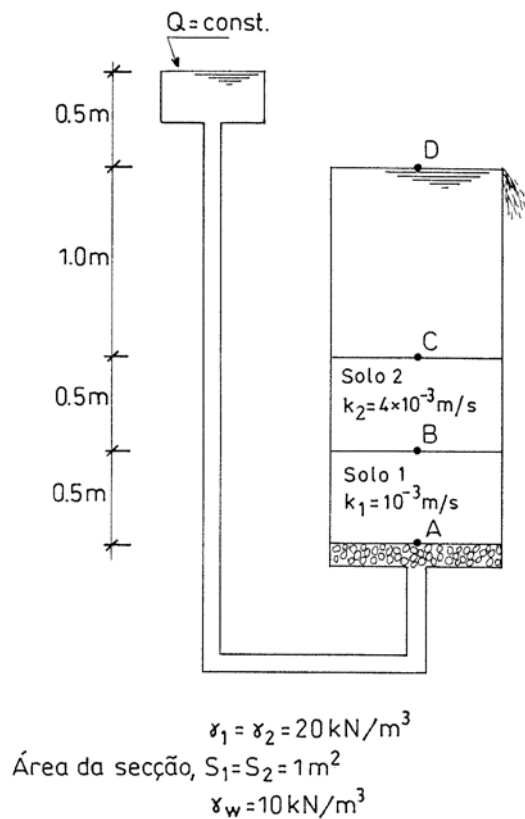

Figura 1
1. Considere o esquema representado na Figura 1. Para os pontos A, B, C e D determine a cota geométrica, a altura piezométrica, a carga total, a pressão neutra, a tensão total vertical e a tensão efectiva vertical. Para os solos 1 e 2 determine ainda os gradientes hidráulicos, forças de percolação, caudal e velocidade de percolação. **Ver resolução na página 6.**